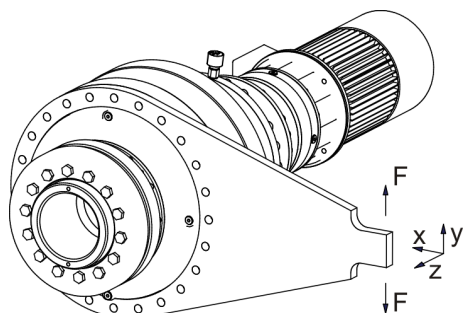

Fig. 37: Réducteur avec support de couple
1. ➔ Si un support de couple est monté sur le réducteur (Fig. 37), il doit pouvoir se déplacer librement dans la direction de l'axe x et de l'axe z. Dans la direction de l'axe y, une mobilité de 0,5 à 1 mm doit être respectée.